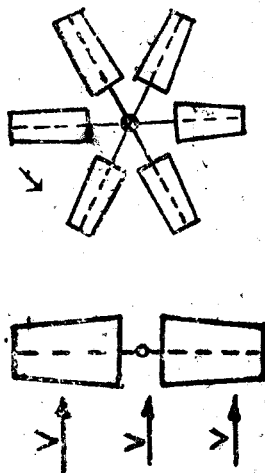

图1 翼式
(1) 翼式：翼式风车的桨叶数为1—4片，因它转得快，所以也叫做高速风车。(如图1)